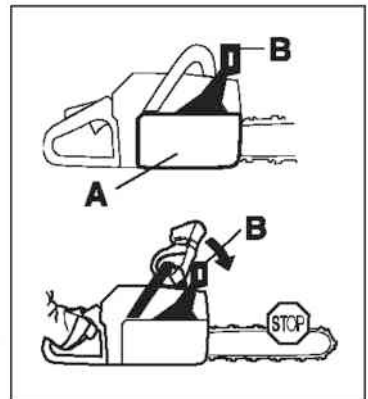

Рис. 12
- Тормоз срабатывает, когда рукоятка охраны против отдачи сдвигается вперед (Б). Рис. 12.